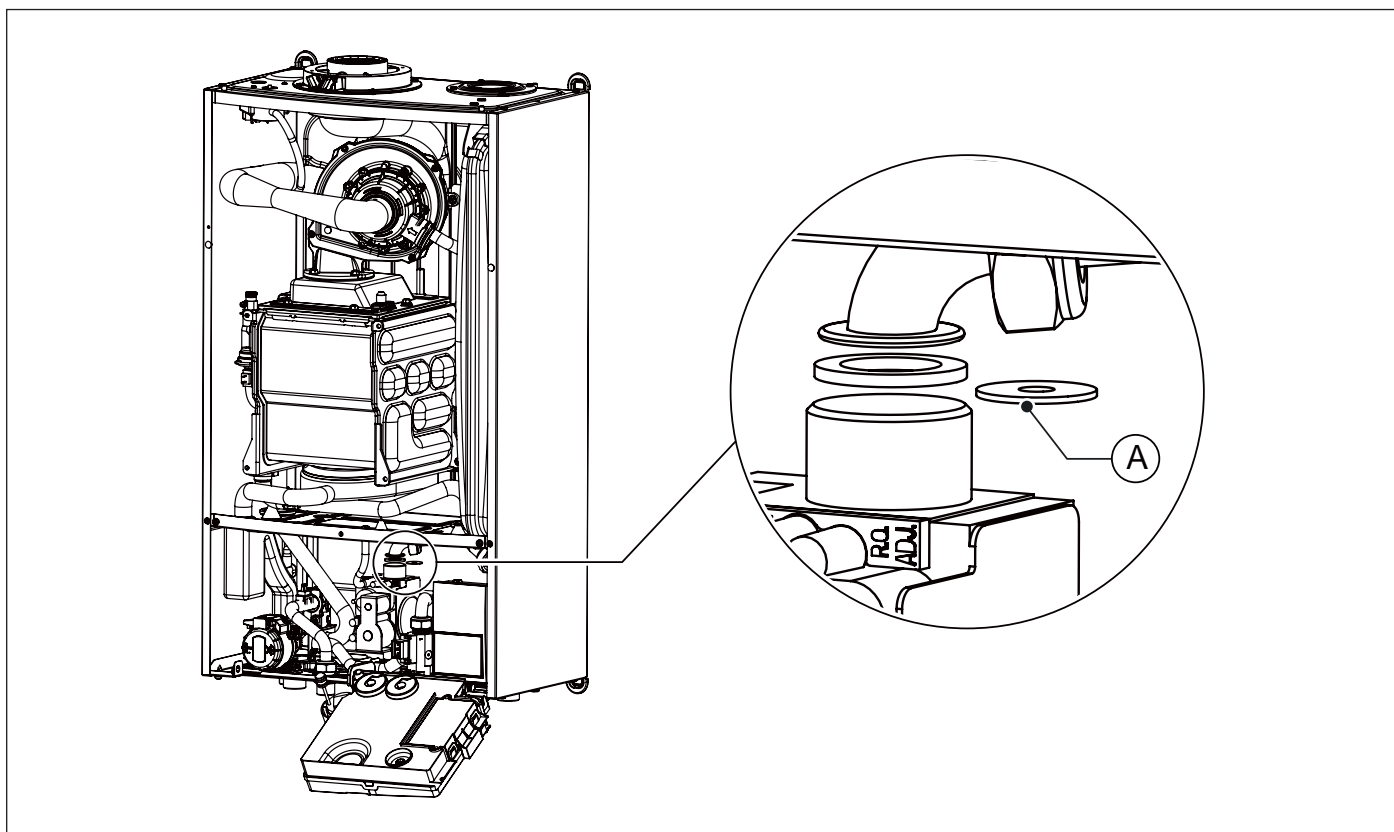

Fig. 29 Sustitución del diafragma gas
- Desconectar el tubo de gas de la válvula gas (ver Fig. 29 Sustitución del diafragma gas).
- Sustituir el diafragma gas (A) con el del nuevo tipo de gas (ver Fig. 29 Sustitución del diafragma gas).